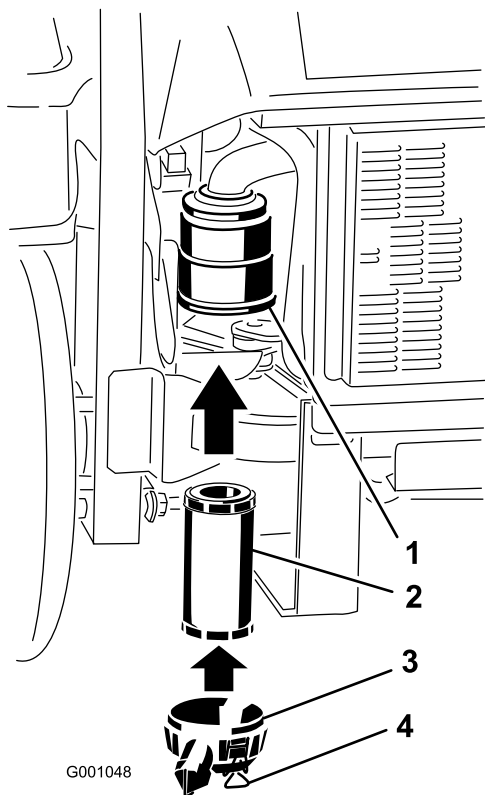

Bild 36
2. Schieben Sie den Filter vorsichtig in das Gehäuse (**Bild 36**). Stellen Sie sicher, dass dieser einwandfrei einliegt, indem Sie beim Einbauen auf den äußeren Rand des Filters drücken.
3. Bringen Sie die Luftfilterabdeckung an und befestigen die Riegel (**Bild 36**).